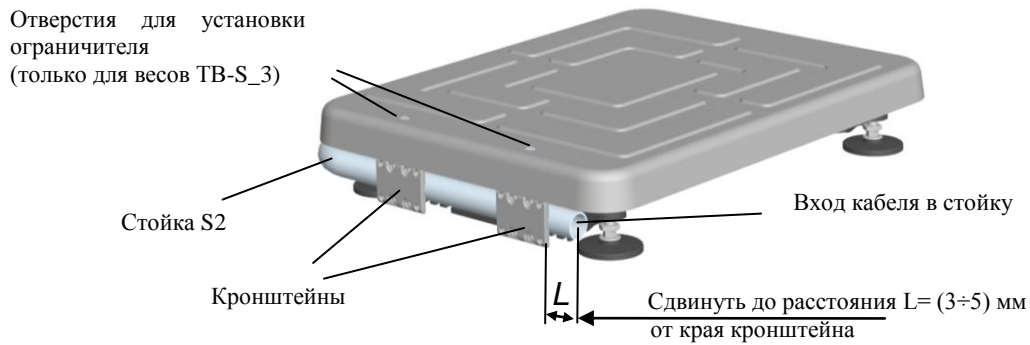

Рис. 5.1 – Крепление круглой вращающейся стойки к модулю ТВ-S
- Сдвинуть стойку S2 в направлении, указанном стрелкой (Рис. 5.1), обеспечив расстояние  $L = (3 \div 5)$  мм от края стойки до края кронштейна.